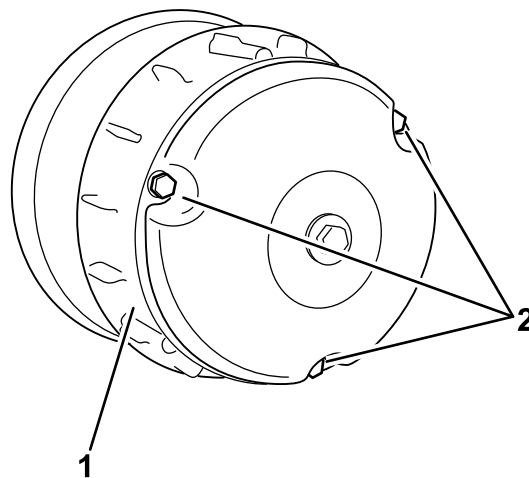

Figura 69
4. Instale la cubierta del embrague, fijándola con los 3 pernos (Figura 69) que retiró en 2.